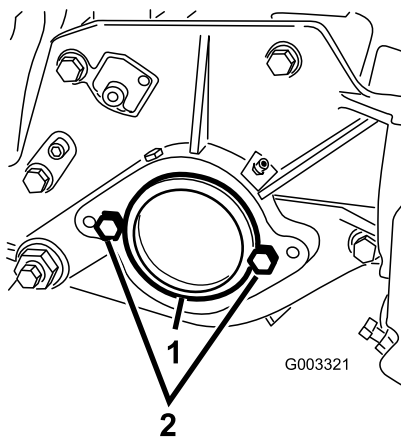

Bild 7
2. Nehmen Sie rechts am Mähwerk den Plastikstöpsel vom Lagergehäuse ab (Bild 7).
3. Nehmen Sie die zwei Kopfschrauben von der rechten Seitenplatte ab (Bild 7).
5. Schrauben Sie die zwei Befestigungsschrauben für den Spindelmotor lose an der linken Seitenplatte des Mähwerks fest (Bild 7).